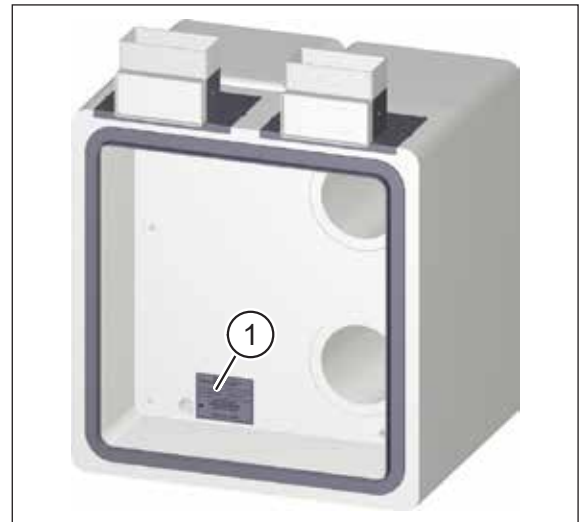

Abb. 4: Typenschild neben Kabeleinlass
- neben dem Kabeleinlass für das Netzkabel (Pos. 1 in Abb. 4)